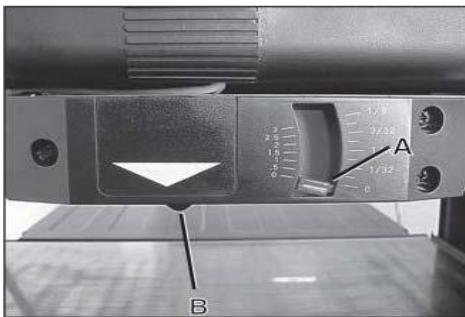

ABB. 11
1. Legen Sie Ihr Werkstück bei ausgeschalteter Maschine knapp unter die Skala (A). S. Abb. 11
2. Kurbeln Sie den Hebe-/Senkgriff, bis der Knopf (B) mit dem Werkstück in Berührung kommt.